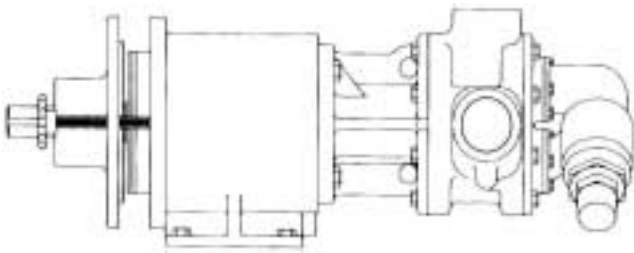

Abbildung 8
2. Drehen Sie die Hand-Abdrückschrauben gleichmäßig, um das Lagergehäuse und die äußere Einheit herauszuziehen. Siehe Abbildung 8.